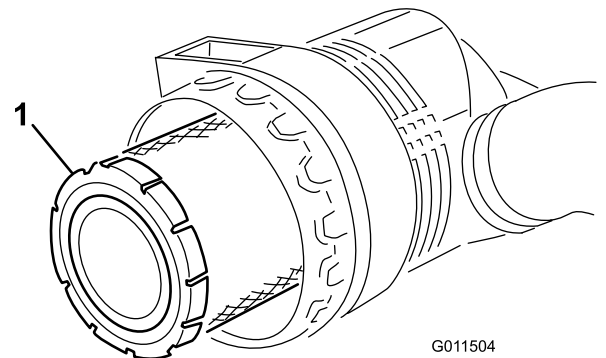

Figura 76
5. Retire y cambie el filtro primario (Figura 76).